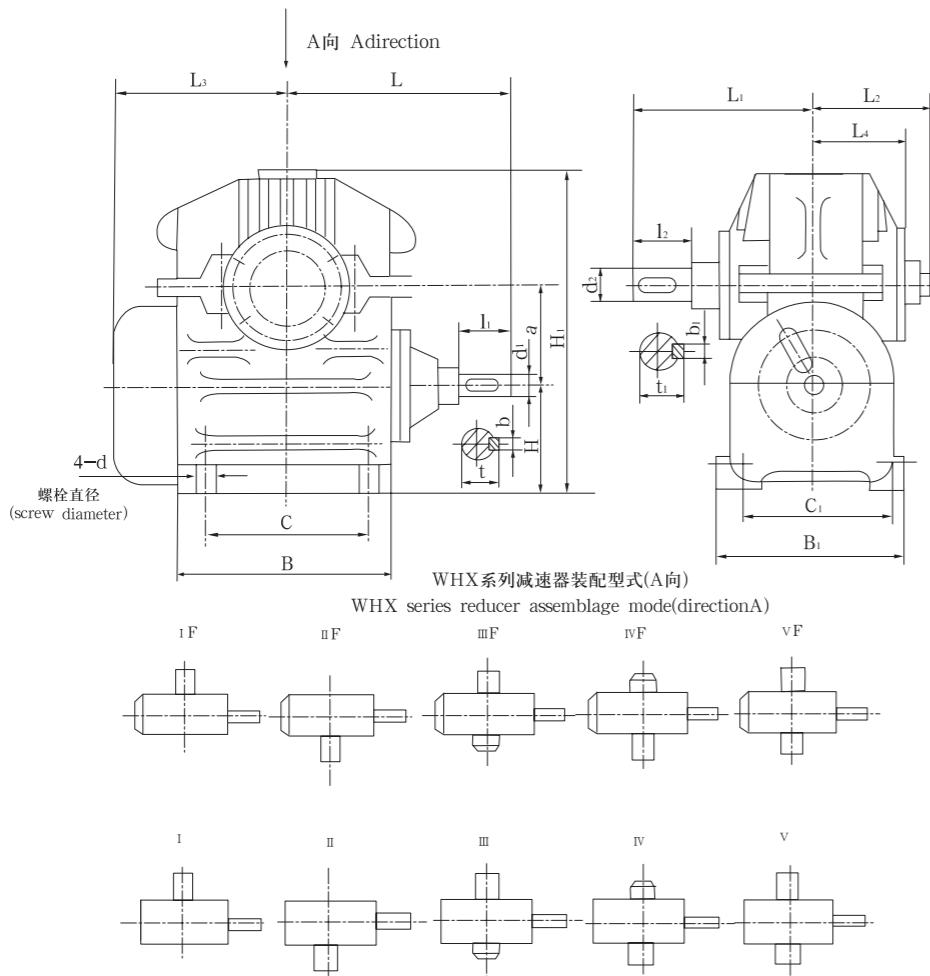

图3 Drawing 3
b) WHX型——蜗杆在蜗轮之下，见图3。
#### 4.2 WHX 系列减速器的外形及安装尺寸见图3, 表5。